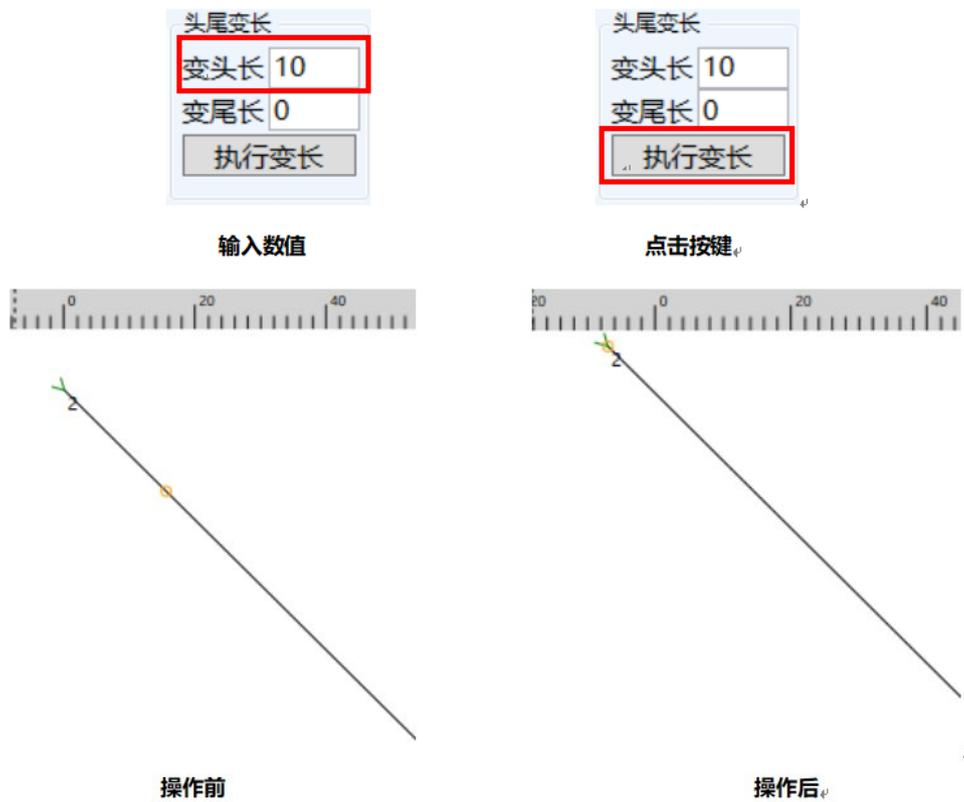

图 5.6.6b 执行变长操作示意
②点击“执行变长”，图形会相对应进行头尾变长的操作，如下图 5.6.6b 所示。